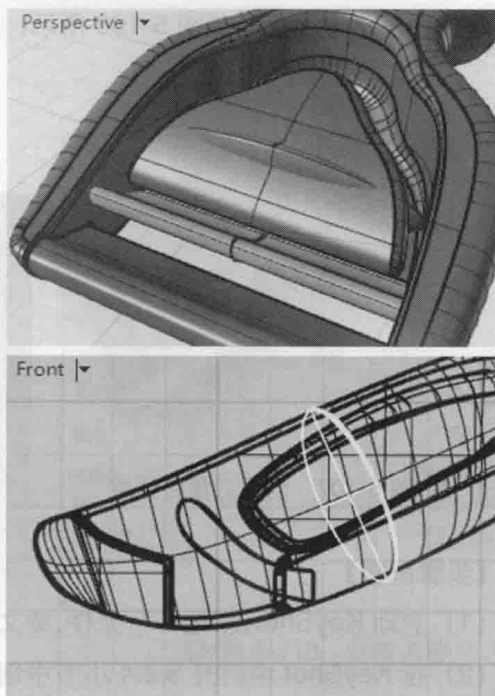

图 5-104 创建椭圆体
(9) 利用【椭圆体】按钮,创建一个椭圆体,如图 5-104 所示。